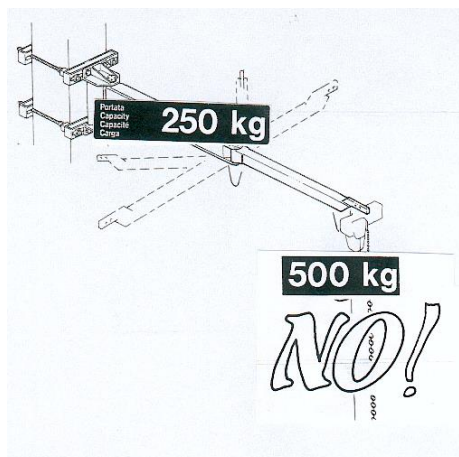

Abb. 13
- Die Eigenschaften der Hubeinheit (Zug/), sofern diese nicht Teil der Lieferung ist, mit denen des Auslegerkrans in Bezug auf Folgendes kompatibel sind (siehe Punkt 2.2.7): (Abb. 13)